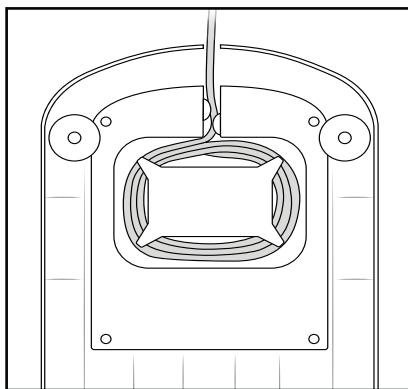

Fig. 6
- Para guardar el producto, enrolle el cable de red en el enrollacables ⑯ (fig. 6).